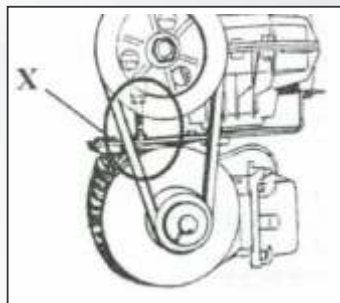

Рисунок 28
- С помощью специального регулировочного болта X отрегулируйте натяжение приводного ремня (рисунок 28).